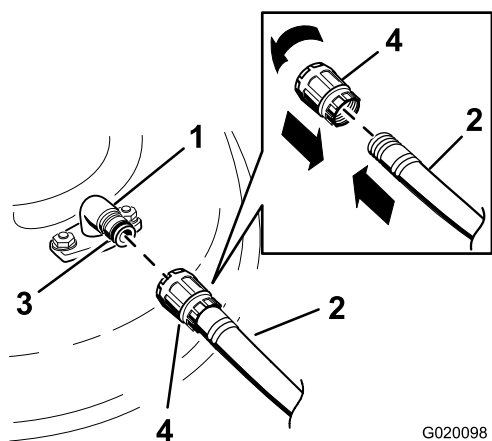

Figure 68
3. Branchez le raccord du tuyau d'arrosage à au raccord de lavage de la tondeuse et ouvrez l'eau en grand (Figure 68).